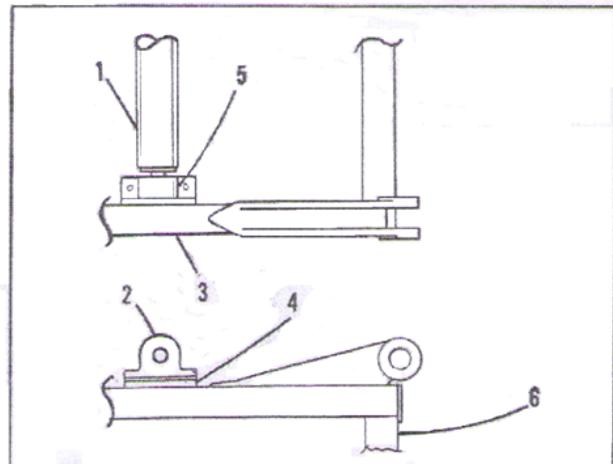

FIG. 13-7
- (a) Unos roles Guía (deflectores) son requeridos para todas las plumas tubulares para evitar el desgaste en los cables y en la pluma. Ver fig. 13-7